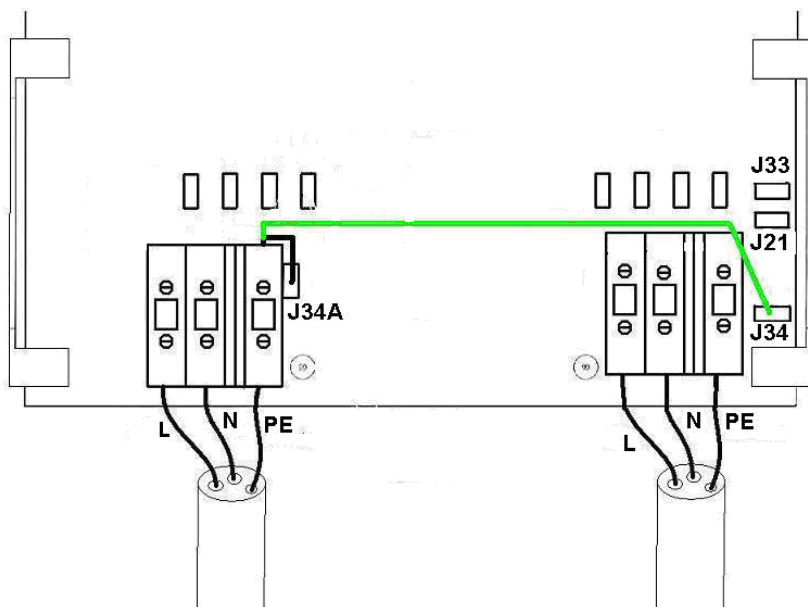

Figure 4 : Connexion d'entrée à la terre (pour modèle Auto 115/230 V ; voir illustration 4a)
- Si le bateau est à l'eau, raccorder le fil PE, en provenance de la borne d'entrée PE, au connecteur-poussoir mâle J34A (fil illustré en noir sur la figure 4). Désormais, l'entrée et la sortie sont isolées l'une de l'autre.
- Si le bateau est à terre (hivernage ou maintenance), le conducteur PE du navire doit être raccordé directement à l'entrée PE, pour des raisons de sécurité. Pour ce faire, il suffit de raccorder le fil PE – provenant de la borne d'entrée PE J34A – au connecteur-poussoir mâle J34 (fil illustré en vert ou gris sur la figure 4).